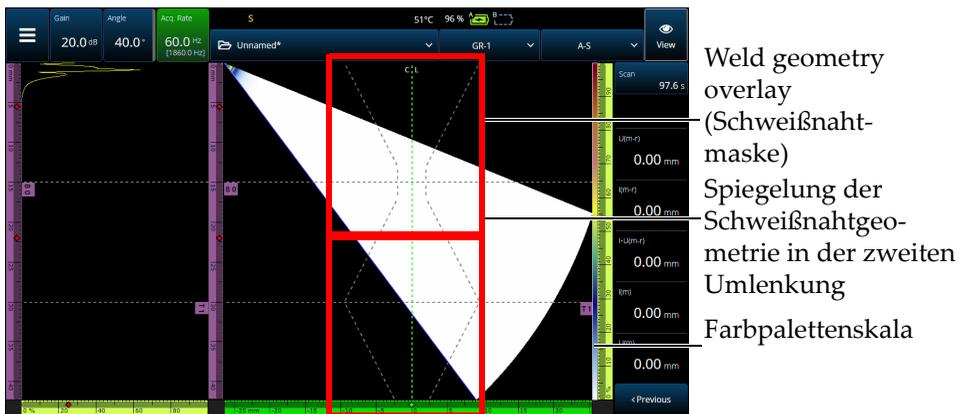
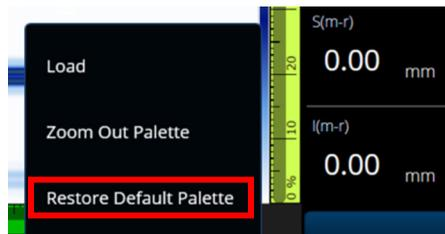

Abbildung 2-57 V-Offset weld geometry overlay (Schweißnahtmaske für Tulpe mit Gegenlage)
Abbildung 2-63 Restore Default Palette (Standardpalette wiederherstellen)
Wenn das Prüfteil eine Maske enthält (Schweißnaht oder Anwendungsspez.), kann die Sichtbarkeit der Maske umgeschaltet werden. Die Schweißnahtmaske ist eine Zeichnung von der Schweißnahtgeometrie oder Ihrer ausgewählten Zeichnung, die auf die S-Bild-Ansicht gelegt wird. Diese Funktion kann zur Visualisierung, wo sich Indikationen relativ zum Prüfteil oder zur Schweißnahtgeometrie befinden, hilfreich sein (Abbildung 2-57 auf Seite 116). Die Maskenreflexion (um die zweite Umlenkung, dritte Umlenkung etc.) kann im **Menu** > **Display** > **Overlay** > **Multiple Legs** (Menü > Anzeige > Maske > Mehrere Umlenkungen) im ein- und ausgeschaltet werden.
- ◆ Tippen und halten Sie die Farbpalette (das Lineal/die Skala auf der rechten Seite von Abbildung 2-57 auf Seite 116) und wählen Sie dann **Load** (Laden). Überprüfen Sie die verfügbaren Farbpaletten und tippen Sie auf **Open** (Öffnen), um die Palette zu ändern (Abbildung 2-60 auf Seite 120).
- ◆ Drücken Sie länger auf die Farbpalettenskala (siehe Abbildung 2-57 auf Seite 116) und wählen Sie **Restore Default Palette** (Standardpalette wiederherstellen) [siehe Abbildung 2-61 auf Seite 121].
- ◆ Drücken Sie lange auf die Farbpalettenskala (rechts abgebildet in Abbildung 2-57 auf Seite 116) und wählen Sie **Restore Default Palette** (Standardpalette wiederherstellen) [siehe Abbildung 2-63 auf Seite 122].